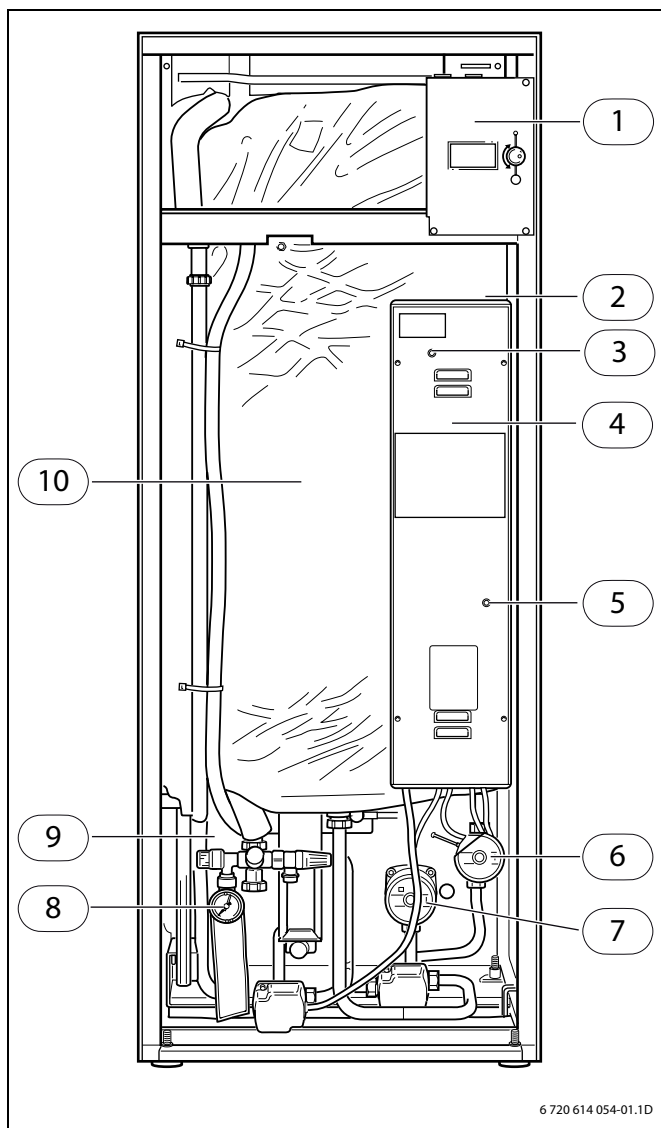

Bild 1 Elpanna med borttagen frontplåt
I varmvattenberedarens topp, under isoleringen, sitter en underhållsfri elanod. Dess uppgift är att förhindra korrosion. Varmvattenberedaren måste vara fylld med vatten för att skyddsanoden ska fungera. På ellådan finns en diodlampa (→ Bild 1, [3], Sida 5) som visar grönt eller rött sken.
- ▶ Återställ överhettningsskyddet genom att trycka in knappen 5 (→ Bild 1, Sida 5) hårt.
På ellådans ovansida i elpannan finns en omkopplare (→ Bild 1, [2], Sida 5) som lyser grönt vid normaldrift. Om det uppstår fel i reglercentralen och värmeproduktionen upphör aktiveras nöddriften automatiskt, omkopplaren fortsätter då att lysa. Nöddriften kan också aktiveras manuellt. Detta görs med omkopplaren som då slocknar.